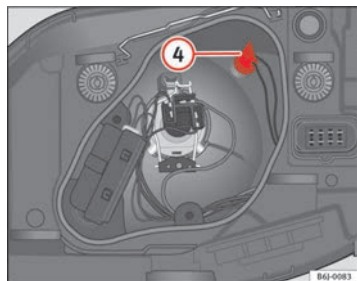

Abb. 141 Standlicht
- Die Fassung ④ ⇒ Abb. 141 herausnehmen.